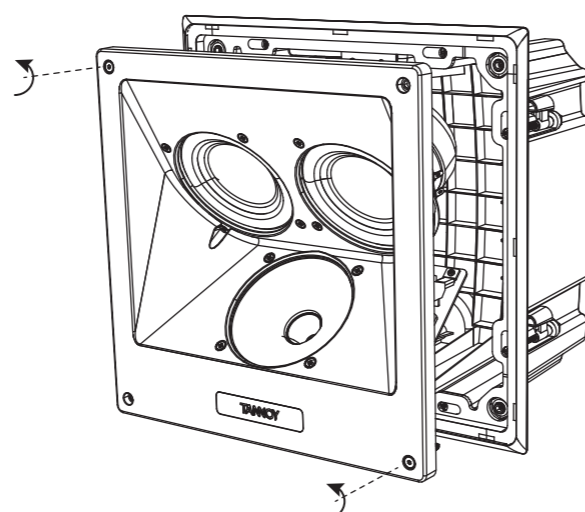

Fig. 14. Removing the loudspeaker from the back can
4. Se o conjunto do alto-falante já estiver instalado na lata posterior (durante o transporte, por exemplo), remova-o da lata posterior desapertando os parafusos que o prendem no lugar (Fig. 14).